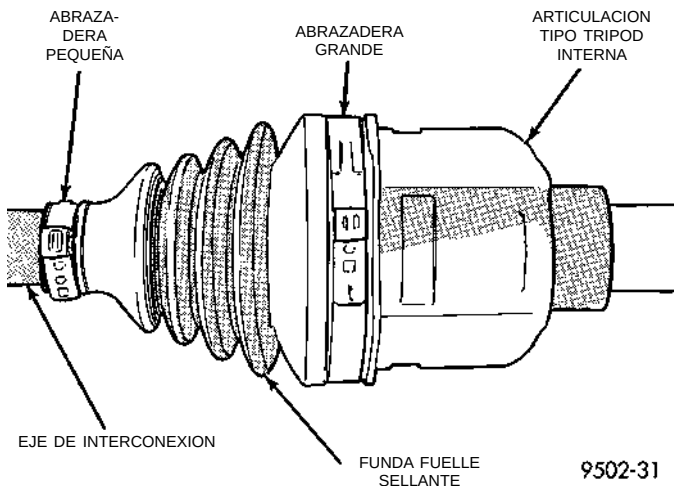

Fig. 26 Abrazaderas de la funda fuele sellante de la articulación tipo Tripod interna
(1) Retire del vehículo el eje de transmisión cuya funda fuelle se deba reemplazar. Para informarse sobre el procedimiento apropiado de desmontaje del eje de transmisión, consulte Servicio del eje de transmisión en esta sección.
(2) Retire la abrazadera grande que sujeta la funda fuelle sellante de la articulación de tipo Tripod interna al cuerpo de la articulación de tipo Tripod (Fig. 26) y deséchela. Luego retire la abrazadera pequeña, que sujeta la funda fuelle sellante de la articulación de tipo Tripod al eje de interconexión y deséchela. Retire la funda fuelle sellante del cuerpo de articulación de tipo Tripod y deslícela por el eje de interconexión.